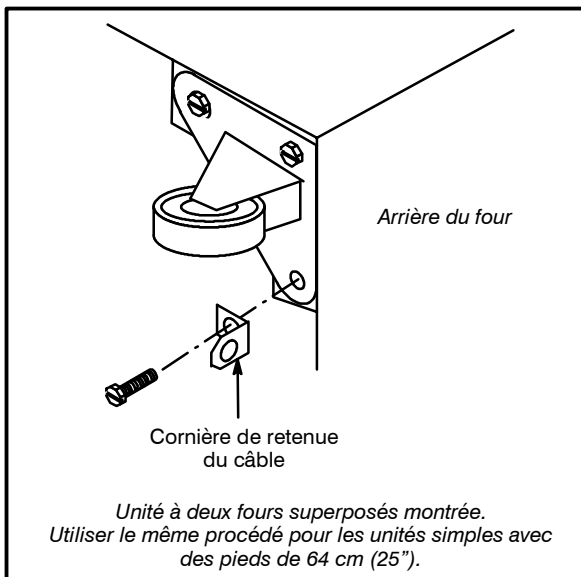

Figure 11
1. Monter la cornière fournie sur le boulon du pied juste au-dessous de l'arrivée de gaz. Voir Figure 11.